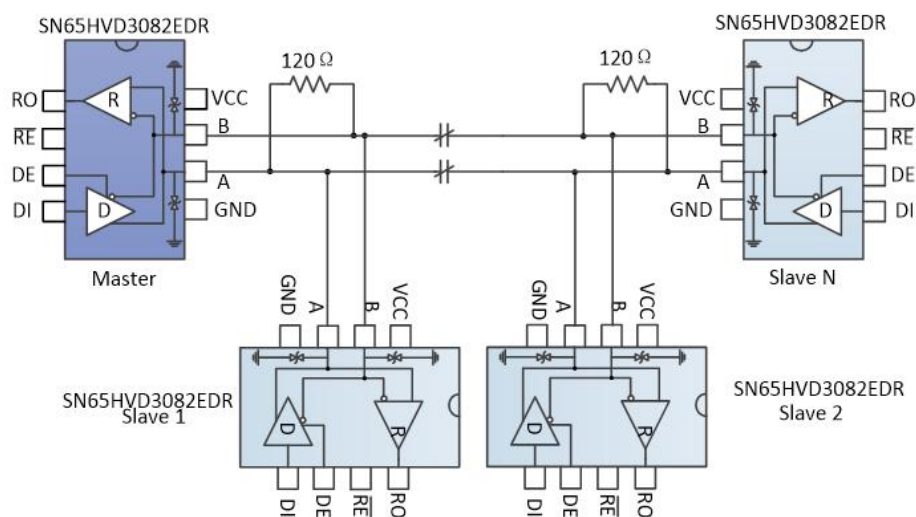

图 9 总线式 RS485 半双工通讯网络
4.1 总线式组网：SN65HVD3082EDR RS485 收发器设计用于多点总线传输线上的双向数据通信。图 9 显示了典型网络应用电路。这些器件也能用作电缆长于 4000 英尺的线性转发器，为减小反射，应当在传输线两端以其特性阻抗进行终端匹配，主干线以外的分支连线长度应尽可能短。